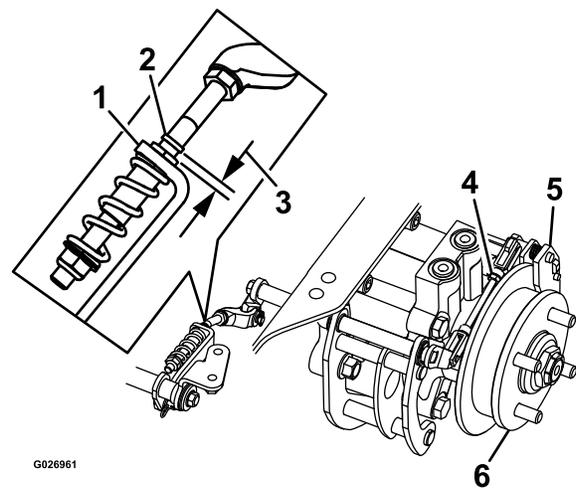

Figura 76
8. Compruebe si hay un espacio visible entre la escuadra y el tope del acoplamiento (ver Figura 76).